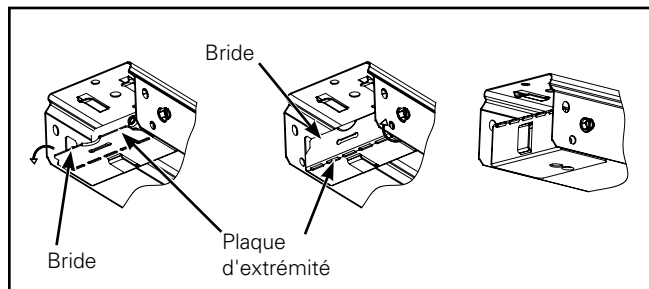

Figure 17.
2. Tournez la plaque d'extrémité supérieure, pliez la bride comme indiqué et tournez-la vers sa position d'origine dans l'assemblage du canal. (Figure 17.)